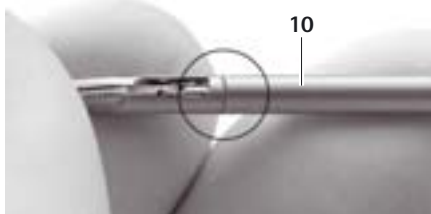

Rys. 5
- Składanie trzpienia 5, patrz Rys. 5: